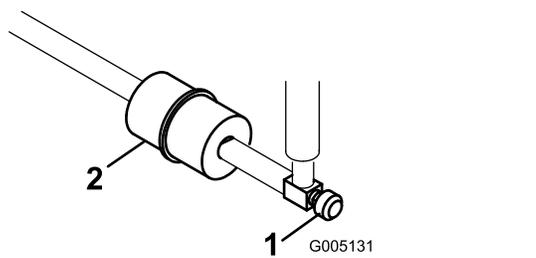

图33
管线式燃油滤清器位于油箱与化油器之间的燃油管内图33。
1. 关闭燃油切断油阀图33。
2. 将放油盘放到滤清器下方拧松滤清器化油器侧的软管夹然后从滤清器中取出燃油管线图33。
3. 松开另一个软管夹然后取下滤清器图33。